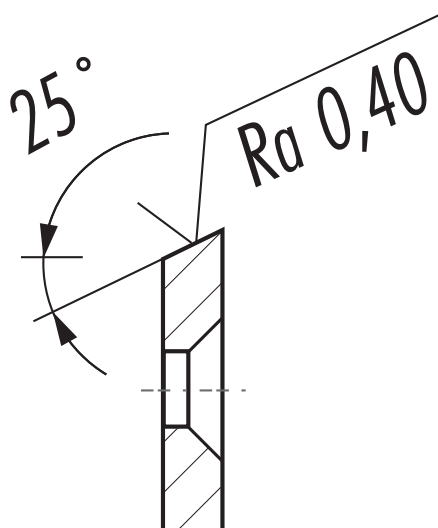

Рис. 6
6.6 Заточку ножей производить на плоскошлифовальном станке. Форма ножа представлена на рис. 6.